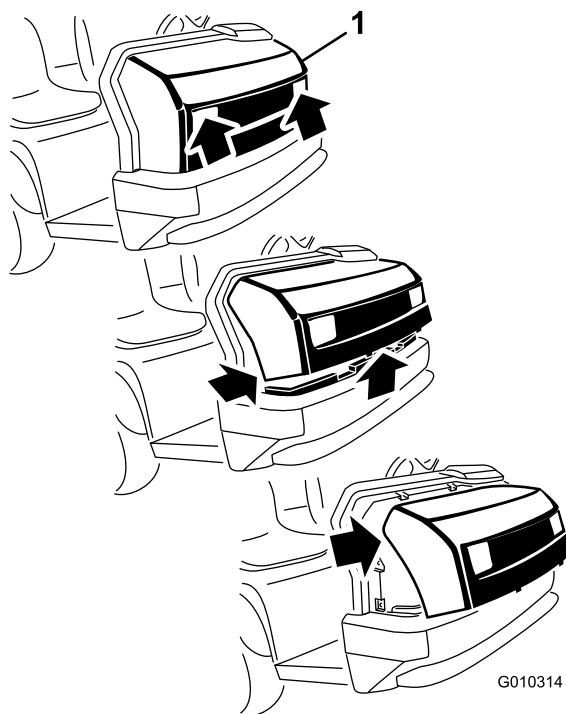

Figura 28
1. Apucând capota de orificiile farurilor, ridicați-o pentru a elibera proeminențele de montare inferioare din fantele cadrului (Figura 28).
2. Pivotați partea de jos a capotei în sus până când puteți trage proeminențele de montare superioare din fantele cadrului (Figura 28).
3. Pivotați partea superioară a capotei în față și deconectați conectorii cablurilor de la faruri (Figura 28).
2. Introduceți proeminențele de montare superioare în fantele cadrului (Figura 28).
3. Introduceți proeminențele de montare inferioare în fantele cadrului (Figura 28).